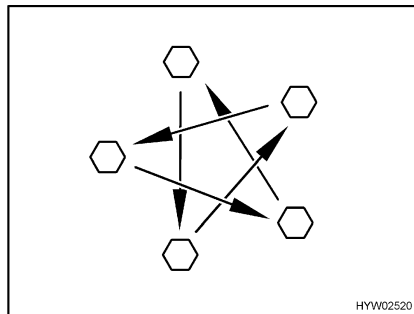

Fig. 320 Apretar las tuercas o los tornillos de las ruedas en forma de cruz
- Comprobar periódicamente que las tuercas o tornillos de las ruedas estén firmemente apretados. Volver a apretar las tuercas de rueda o los tornillos de rueda de una rueda cambiada después de 50 km (Fig. 320). Par de apriete, véase apartado 14.5.2.
- Al utilizar llantas nuevas o recién pintadas, reajustar además las tuercas o tornillos después de 1 000 a 5 000 km aprox (Fig. 320).
- ▷ Apretar en forma de cruz las tuercas o los tornillos de las ruedas (Fig. 320).